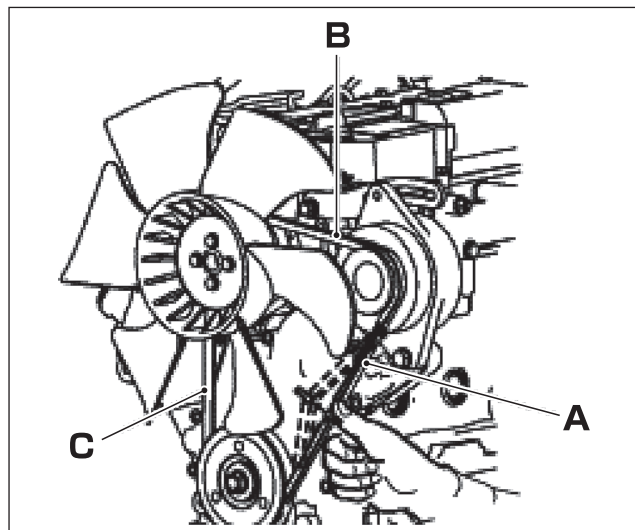

ABB. 97
ABB. 97: Zum Kühler gehört ein Reservebehälter (1), damit im Kühler immer ausreichend Kühlmittel vorhanden ist. Bei der Tagesinspektion immer auch den Kühlmittelstand im Reservebehälter prüfen.